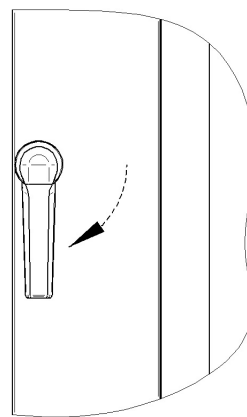

Рис. 7. Ручка двери в закрытом положении
- Для закрывания двери поверните ручку двери по часовой стрелке (рис. 7).